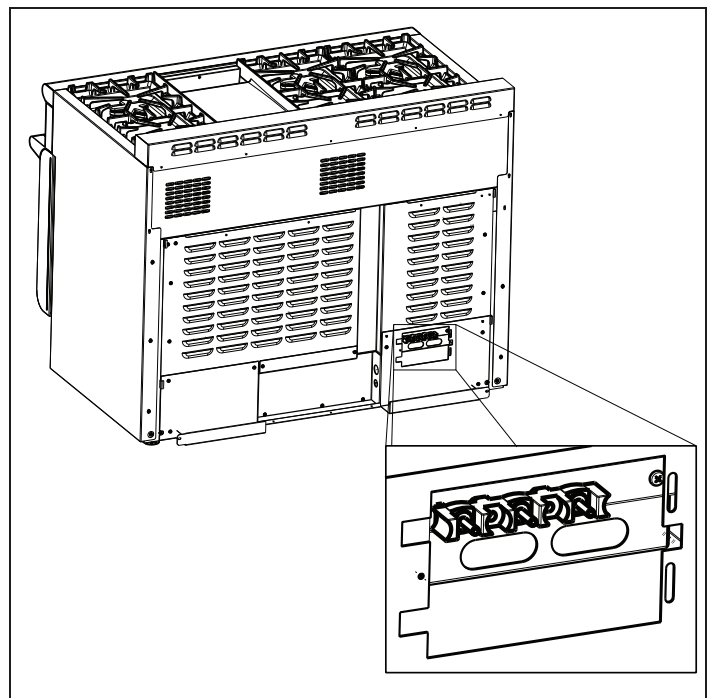
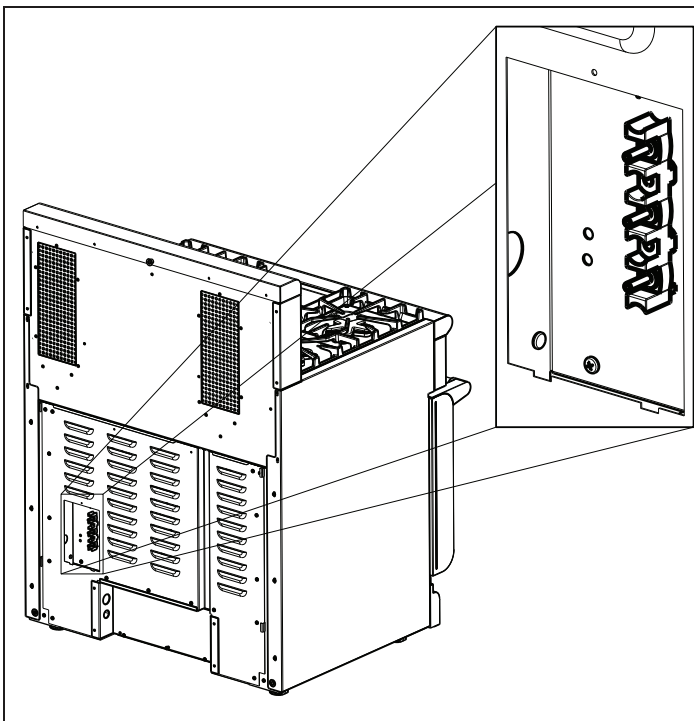
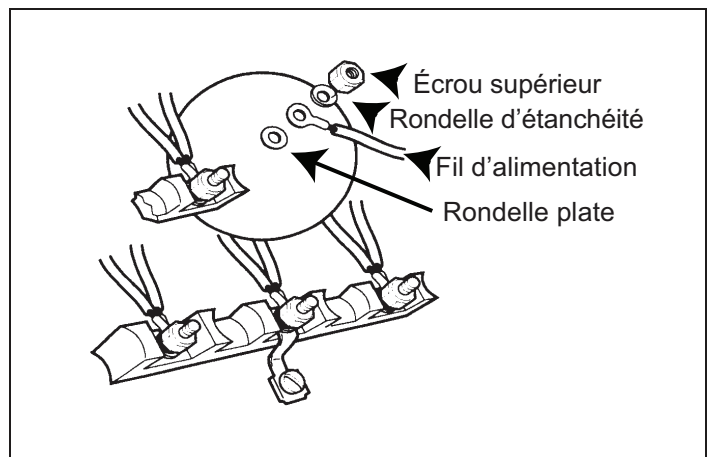

Figure 9b : Emplacement de la boîte de jonction pour les cuisinières de 48 po
Figure 9a : Emplacement de la boîte de jonction pour les cuisinières de 30 po et 36 po
Figure 10 : Fixation du conducteur
- **CONNEXION PERMANENTE (BRANCHEMENT FIXE)** - Les appareils peuvent avoir un branchement fixe à l'alimentation. L'installateur doit fournir un conduit en aluminium flexible approuvé, format 3/4 po, d'une longueur minimale de 6 pi. Localisez la boîte de jonction à l'arrière de l'appareil et enlevez le couvercle. Consultez la figure 9a ou le figure 9b, selon le type de modèle. Enlevez la vis de retenue du conducteur de terre et pliez le conducteur de terre vers le haut. Consultez la figure 10. Le conduit doit être installé sur la boîte de jonction à l'aide d'un connecteur de conduit approuvé.